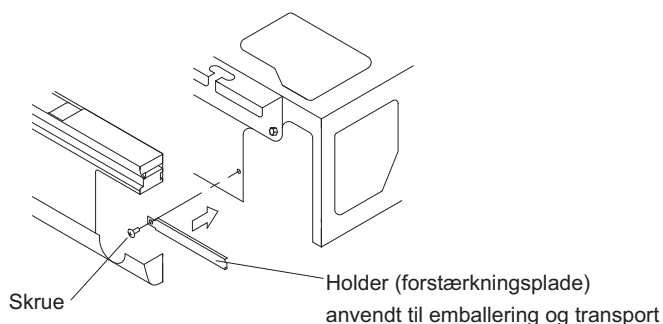

Fig. 30
- Efter endt montering af drænrør skal du montere holderen (forstærkningsplade) anvendt til emballering og transport, der blev afmonteret i afsnittet "6. KØLERØR". Det er ikke nødvendigt at montere den fjernede holder (forstærkningsplade) anvendt til emballering og transport i højre side. (Se fig. 30)